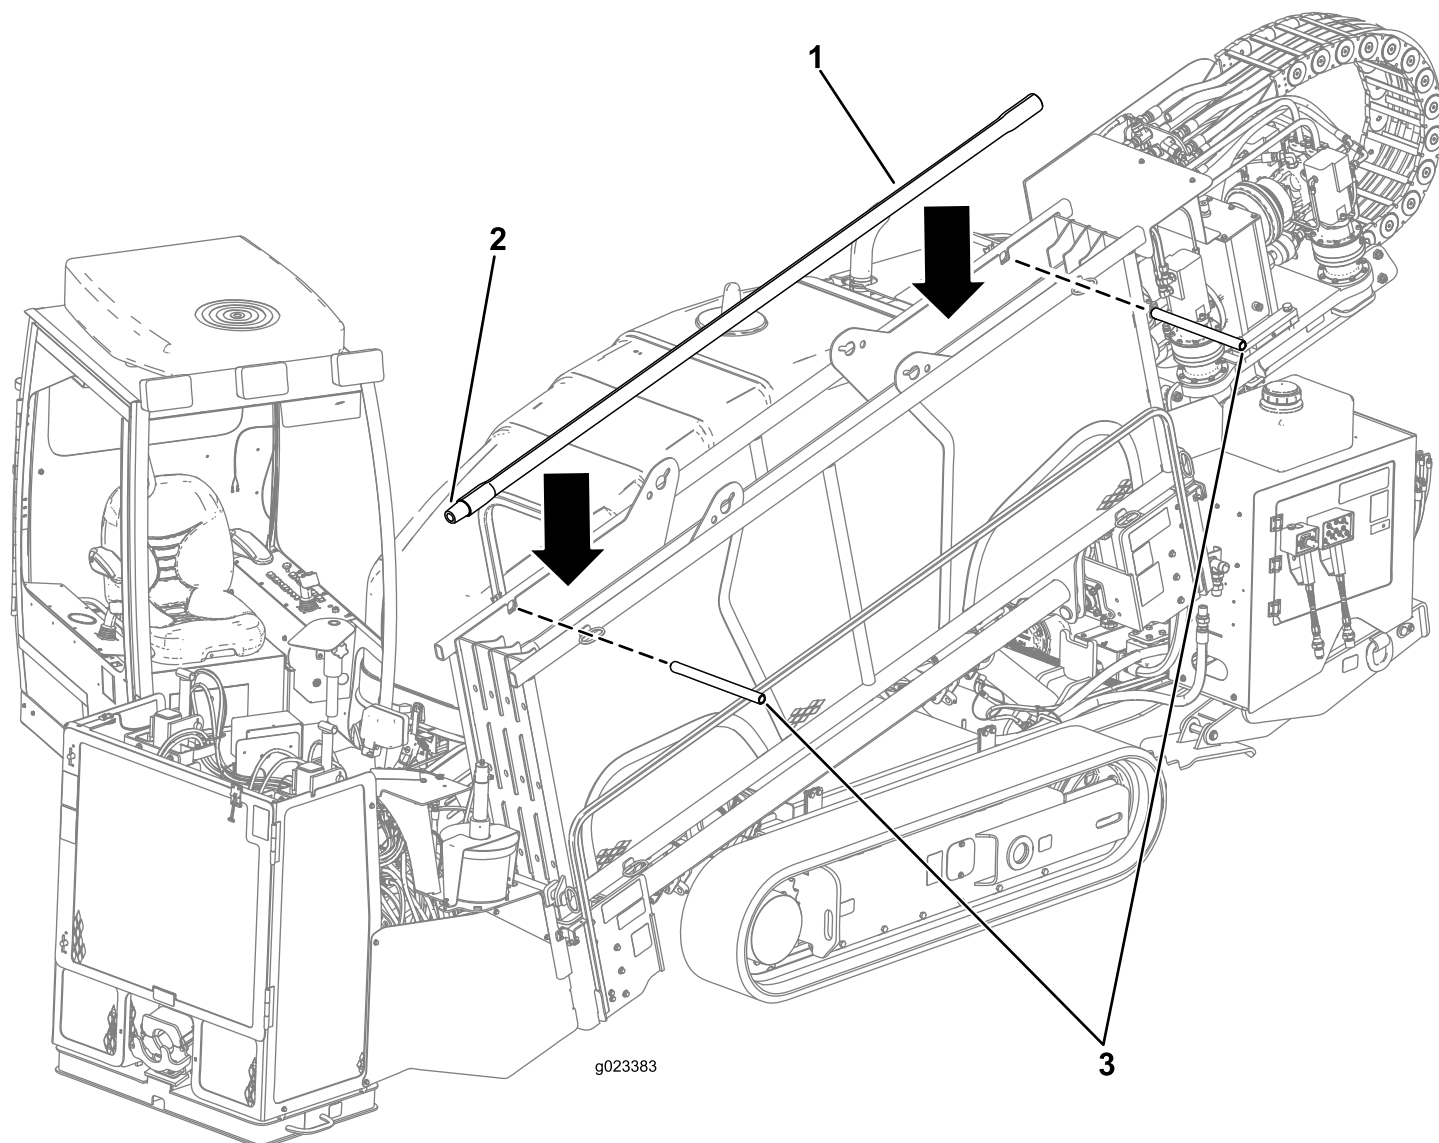

Figura 33
1. Retire los pasadores del portatubos (Figura 33).
2. Introduzca los tubos desde arriba con los extremos de rosca macho hacia la parte delantera de la máquina (Figura 33).